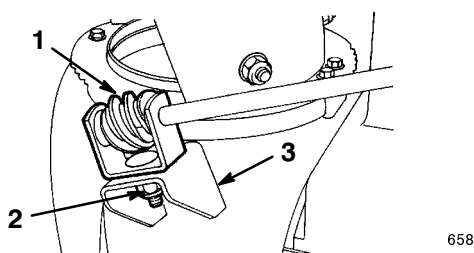

Figure 12
3. Montez la vis sans fin et l'étrier sur le support prévu, de manière lâche, à l'aide d'un boulon, d'une rondelle pyramidale et d'un écrou (Fig. 12).
4. Glissez la vis sans fin dans les dents de la couronne de l'éjecteur et serrez l'écrou (Fig. 12).